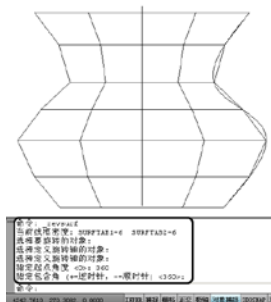

图 10.42 旋转后的效果
(2) 在【功能区】选项板中单击【网格建模】选项卡, 在【图元】面板上单击【旋转曲面】按钮 。根据命令行提示, 在绘图区选取曲线为旋转对象, 然后选取直线作为旋转轴, 设置起点角度为 0° , 按 Enter 键确认后, 设置包含角度为 360° , 按 Enter 键确认后, 效果如图 10.42 所示。